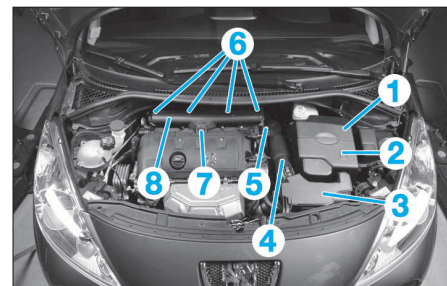

FIG. 38
- Déposer le cache de batterie (2) (Fig.38).
- Déposer le carter de protection (1).
- le résonateur d'air (3)
- La vis (5)
- le raccord d'entrée d'air (4)
- les vis (6)
- la vis (7)
- le couvercle du filtre à air (8)